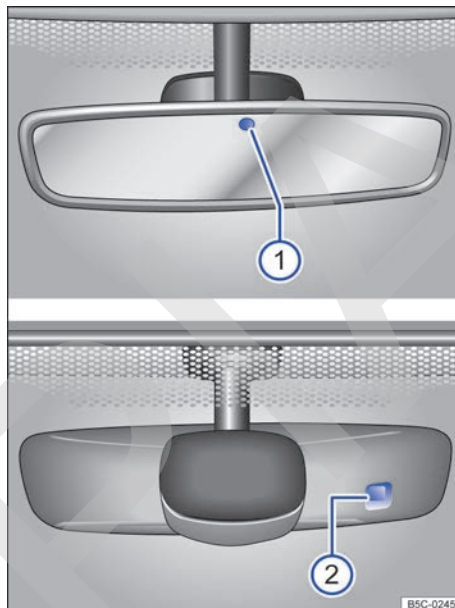

Fig. 83 En el parabrisas: retrovisor interior antideslumbrante automático.
Con el encendido conectado, los sensores miden la incidencia de la luz por detrás → fig. 83 ① y por delante ②.